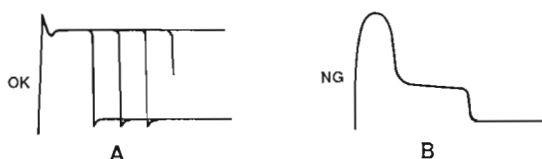

Fig. 1
- ① Select Mode 1 and then select the laser writing mode by pressing the LINE button (ref. pages 14 and 15). (YPDR601 "RECORD" LED ON)
- ② Place the laser power meter sensor near the upper portion of the optical head objective lens.
- ③ VR102 is very sensitive, carefully adjust VR102 clockwise. Adjustment value:  $P_L = 3.40mW \pm 0.1mW$
- ④ Connect the oscilloscope probe to the laser power meter monitor output and set the laser power meter to the peak mode (refer to Waveform photo 1).
- a. If the waveform looks like the one shown in A of fig. 1 then the optical head is operating correctly. However, if the optical head is defective, the monitor waveform will look like the one shown B in fig. 1. In this case, the optical head should be replaced.
- ⑤ Change to the reading mode by pressing the LINE button (ref. page 15). (YPDR601 "RECORD" LED OFF)
- ⑥ Select Mode 0 by pressing the STOP button (ref. page 14).
- ③光パワーメーターをPeakモードにしモニター出力をオシロスコープに接続する。
- a. WRITE POWERの光出力が写真1のような波形になっていることを確認する。もし、Fig. 1のBのような波形が現れる場合は光ヘッド不良なので交換のこと。
- ④調整終了後はLINEボタンを押し、光出力を"READ POWER"にする。(YPDR601の"RECORD"のLEDが消えていることも確認する)
- ⑤STOPボタンを押してMODE 0にする。